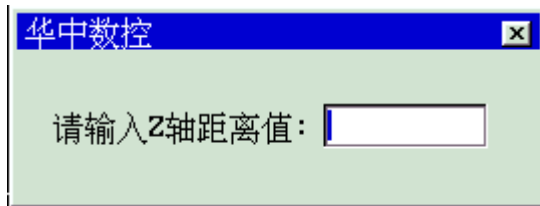

图 4.3.6
- (18) 按 **Enter** 键，弹出如图 4.3.6 所示输入框；